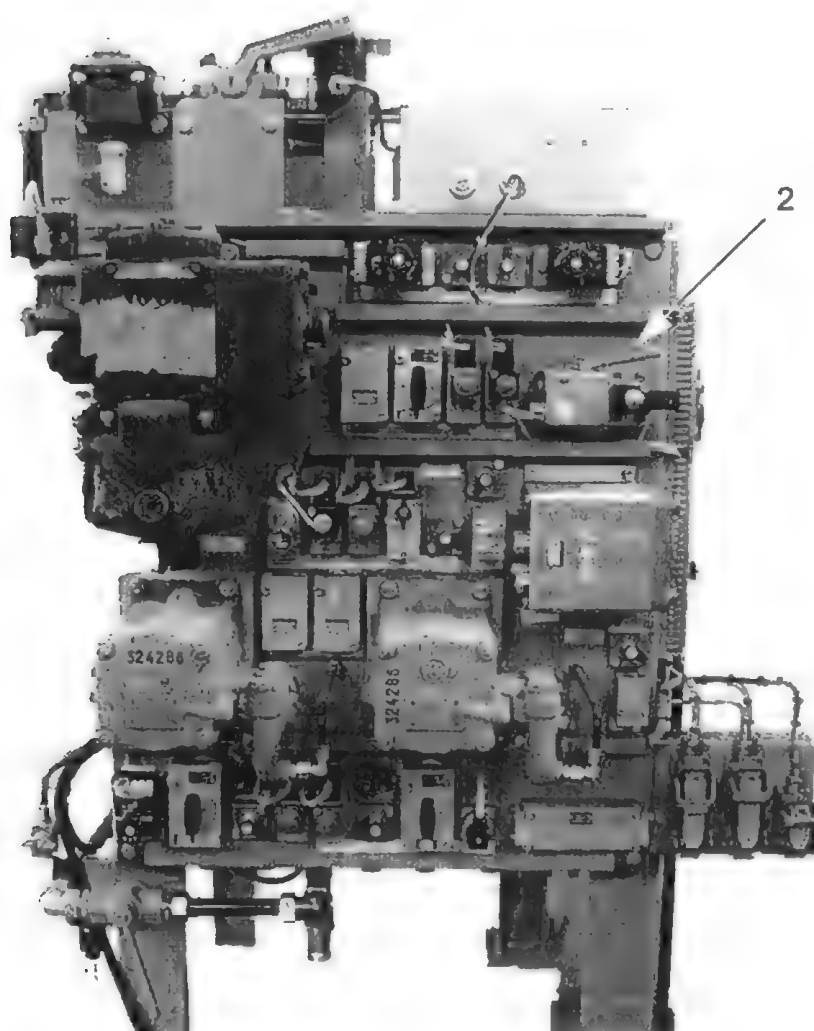

Bild 9-1 / Bremstafel
- Sifa-Ventil (Bild 9-1 / Pos. 2) an der Bremstafel abschalten.